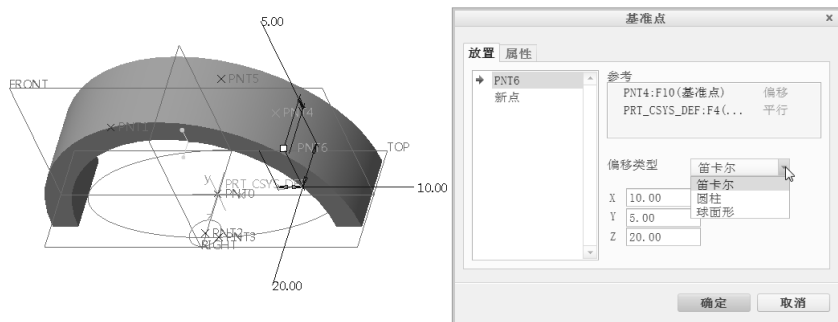

图 3-48 创建自另一点偏移的基准点
2) 在模型窗口中选择“PNT4”基准点，按住〈Ctrl〉键并选择“PRT_CSYS_DEF”坐标系，注意参考的位置约束类型。只有选取坐标系作为方向参考或第二参考时，三维偏移才可用。此时可以从“偏移类型”下拉列表框中选择“笛卡儿”“圆柱”或“球面形”。在本例中，选择“笛卡儿”，然后分别设置“X”值为“10”，“Y”值为“5”，“Z”值为“20”，如图 3-48 所示。